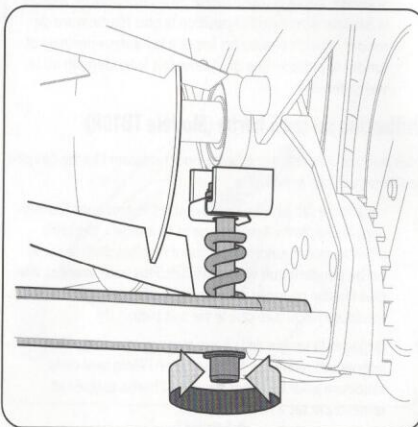

Figure 5-1
2. Utilisez une clé de 13 mm pour serrer les boulons de réglage (un à chaque extrémité) sur ¼ de tour. Voir la Fig. 5-1.